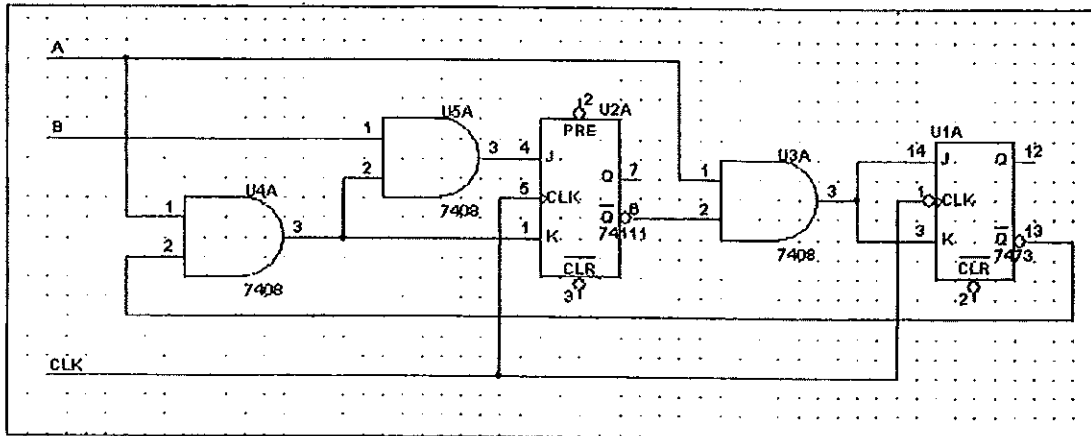

Figura 8
3.2 Obtenga justificadamente la máxima frecuencia del reloj CLK del circuito de la Figura 8 que asegure un correcto funcionamiento del mismo. Suponga que el ciclo de trabajo del reloj CLK es del 50%. (10 puntos)